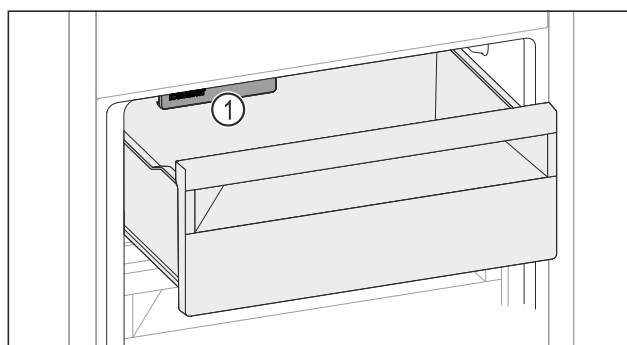

Fig. 162
- ▶ Tenga en cuenta el IceMaker Fig. 162 (1).